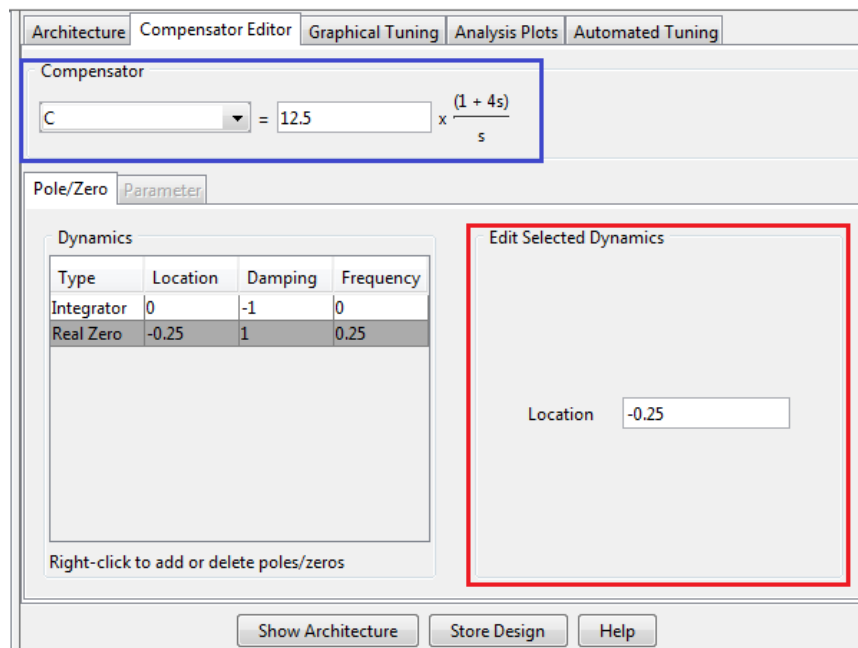
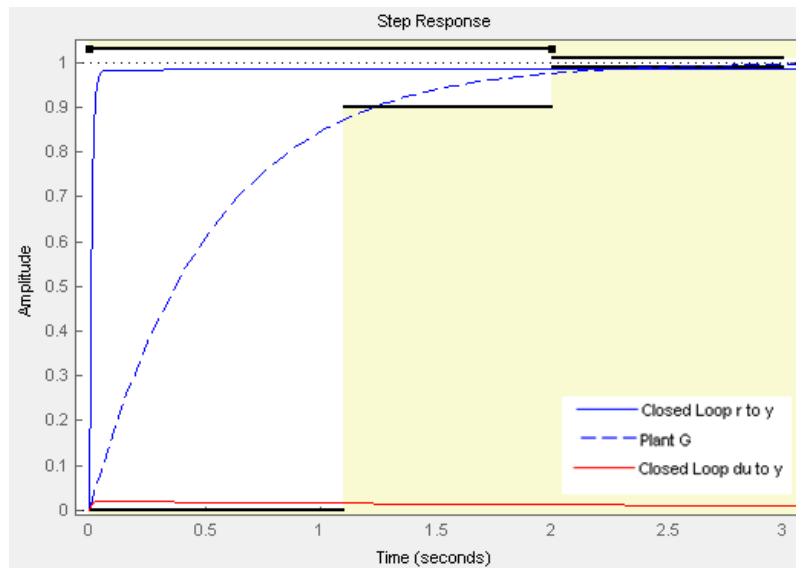

Figura 31. Modificación Posición cero real Posición y resultado sintonización.
Figura 32. Curva resultado de la sintonización finalizada para Posición.
- Modifique su localización haciendo click sobre él y en el recuadro *location* de color rojo de la Figura 31 pruebe uno a uno los valores hasta encontrar el correcto, para el motor ejemplarizado es 0.25 obteniendo los resultados del recuadro de color azul de la figura 31 y las curvas resultado de la figura 32, finalizando así el proceso de sintonización en Sisotool.
En la curva resultado de la Figura 32, observe cómo la curva de color azul que representa la salida del sistema completo se asemeja a un escalón que es lo ideal, la curva de color rojo que representa el esfuerzo del controlador se encuentra en valores cercanos a cero durante todo el proceso.
- La herramienta Sisotool entrega como resultado de sintonización la expresión (18): el resultado se encuentra en el recuadro azul de la figura 31.